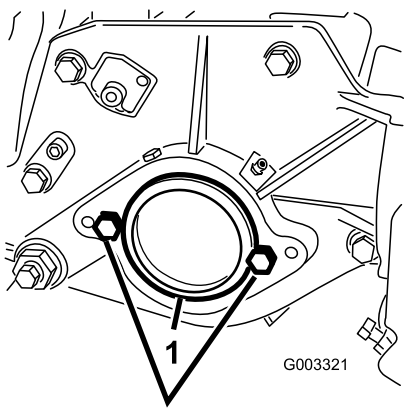

Figura 7
2. En el extremo derecho de la unidad de corte, retire el tapón de plástico del alojamiento del cojinete (Figura 7).
3. Retire los 2 pernos de la chapa lateral derecha (Figura 7).
2. Pernos (2)
5. Instale provisionalmente los 2 pernos de montaje del motor del molinete a la chapa izquierda de la unidad de corte (Figura 7).